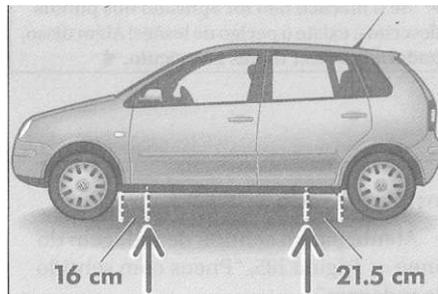

Fig. 118 Pontos de recepção do macaco
=> Página 183, fig. 118 -seta- do macaco
O macaco só pode ser colocado nos pontos de recepção indicados => Página 183, fig. 118. Utilize sempre o ponto de recepção mais próximo da roda que se pretende substituir.
- Posicione o macaco sob o ponto de recepção correspondente => Página 183, fig. 118.